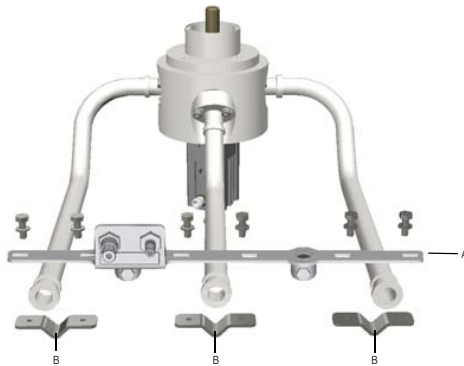

Figura 5.68: A: Supporto tubo, B: Staffe supporto tubo
- 6 Svitare e rimuovere le staffe del supporto del tubo (fare riferimento alla Figura 5.68 B) da:
Rimuovere il supporto del tubo e i tubi pneumatici dalla valvola di gestione della fase mobile (vedere Figura 5.68 A).